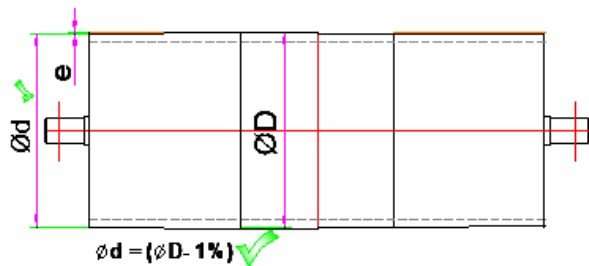

Fig.1 : Profil bombé conforme à NF T47-004
- Pour les bandes à carcasse catégorie A, B ou C, la virole peut être « bombée » (c'est recommandé) selon la norme NF T47-004 (il n'y a pas de version ISO) {fig.1 & 2} ;